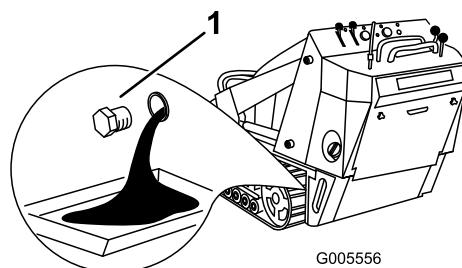

Figura 32
4. Retire el tapón de vaciado (Figura 32).